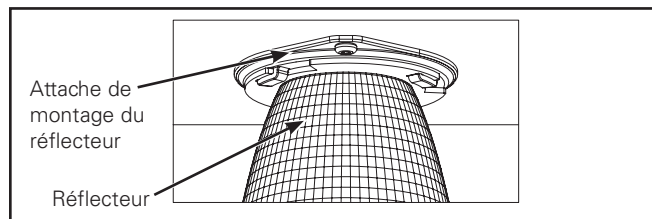
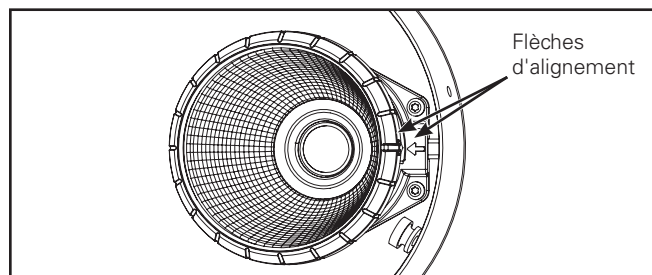

Figure 10.
Figure 11.
4. Insérez d'abord le dispositif optique dans la bride du boîtier tout en tenant le réflecteur en métal et non le support du filtre en caoutchouc. Placez la bride sur l'attache de montage blanche du réflecteur, appuyez fermement puis faites pivoter dans le sens horaire jusqu'à ce que les 3 loquets s'enclenchent (Figure 10). Assurez-vous que les flèches d'alignement sur le support du filtre et la pince de montage du réflecteur s'alignent pour le filtre directionnel facultatif (Figure 11).